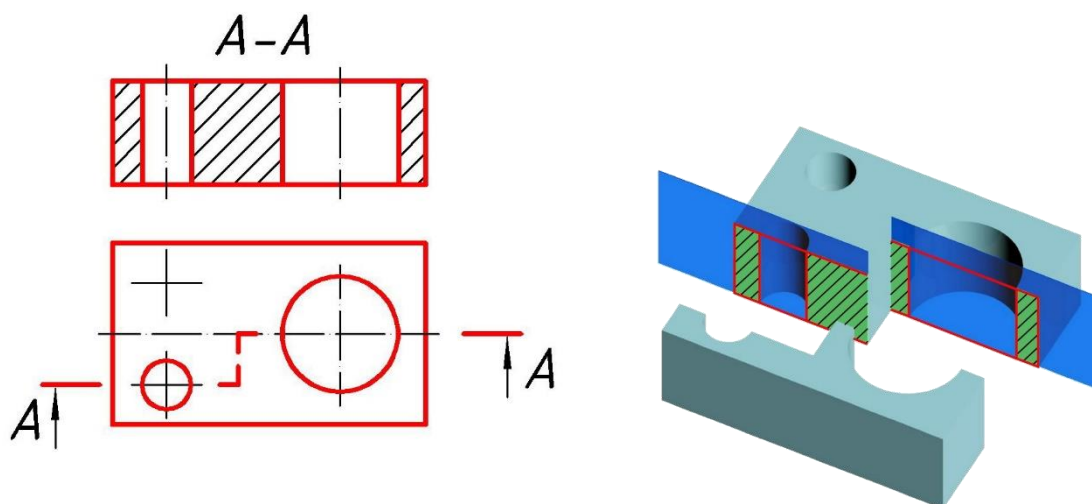

Рис.56
- **ступенчатые**, если секущие плоскости параллельны (разрез А-А на рис. 56);